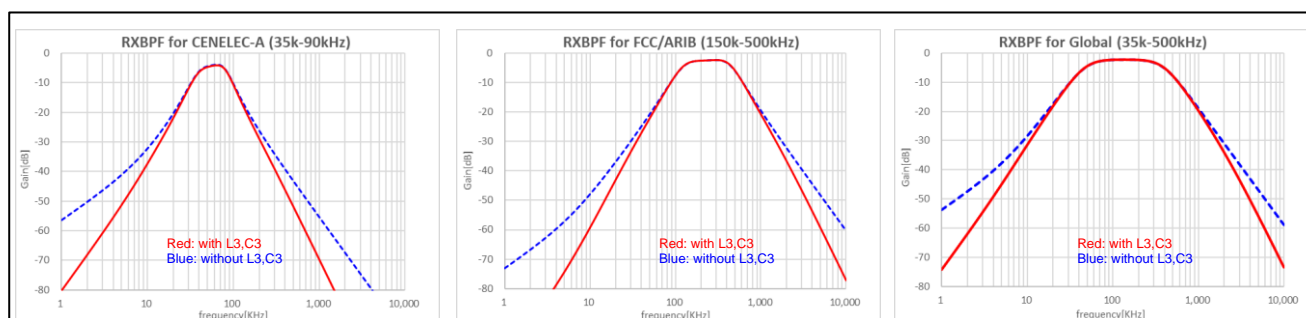

Figure 3-12 RX-BPF の周波数特性例
- RX-BPF の周波数特性例を Figure 3-12 に示します。